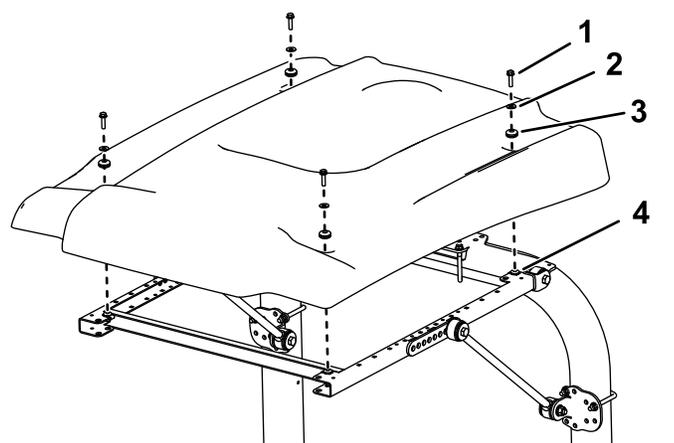

Figura 32
15. Durante l'allineamento dei fori di montaggio, posizionate il parasole sul telaio come mostrato in Figura 32.
16. Montate, senza serrarlo, ciascun angolo del parasole sul telaio con un bullone a testa flangiata (5/16" x 1 1/4") con una rondella piccola e un gommino (Figura 32).